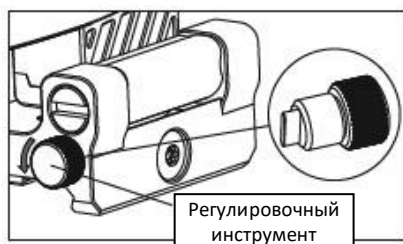

Рис. 7
1. Регулировка положения прицельной марки. Выкрутите регулировочный инструмент, как показано на Рис. 7